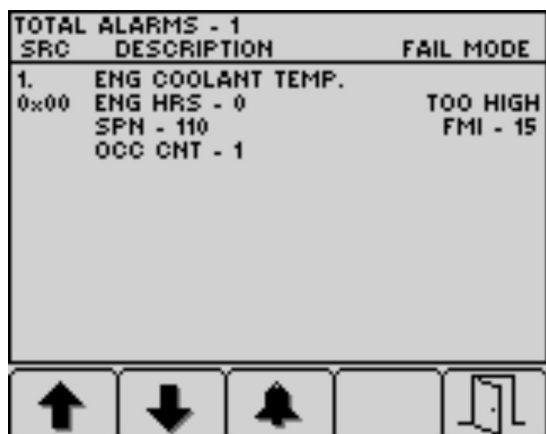

Figure 36
4. Appuyez sur le bouton 5 pour quitter la liste des anomalies actives et revenir à l'écran d'accueil (Figure 36).
5. Appuyez sur le bouton 5 pour quitter la liste des anomalies actives et revenir à l'écran d'accueil; voir Figure 36 sous Messages d'avertissement du moteur (page 36).